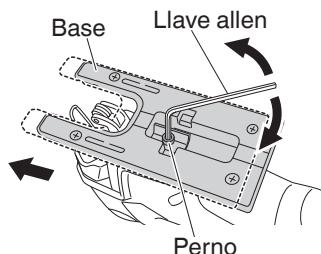

Fig. 12
- (1) Afloje el perno de base con la llave allen provista en la base. (Fig. 12)
- (2) Mueva la base completamente hacia adelante, y vuelva a apretar el perno de la base. (Fig. 12)
(1) Afloje el perno de base con la llave allen provista en la base y mueva la base completamente hacia adelante. (Fig. 12)
(3) Apriete de nuevo el perno M5. (Fig. 12)
(4) Ajuste la posición orbital a "0".
(Figs. 12)